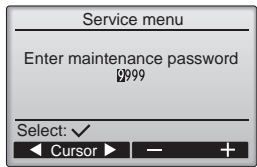

Fig. 7-3
- ① Wählen Sie "Service" im Hauptmenü und drücken Sie die Taste .
- ② Bei der Auswahl des Service-Menüs wird ein Fenster geöffnet, das zur Passworteingabe auffordert. (Fig. 7-3)